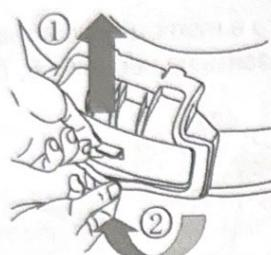
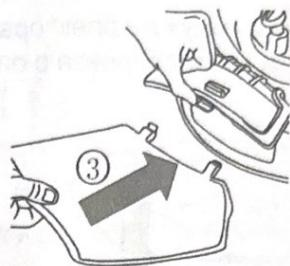

Рис. 10
Рис. 11
1. Откройте боковую защитную панель, удерживайте ее в нужном положении и совместите крючки на насадке со стержнями, на которые ее нужно повесить (рис. 10 и рис. 11).